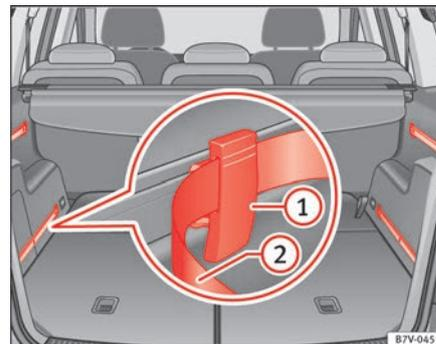

Abb. 96 Im Gepäckraum: Schienenensystem mit Schienen, verschiebbaren Fixierelementen ① und fixierbarem Spannbänder ②.
- Fixierelement mit den Rillen nach oben ⇒ Abb. 96 ① von oben in die Schiene einsetzen und unten andrücken.